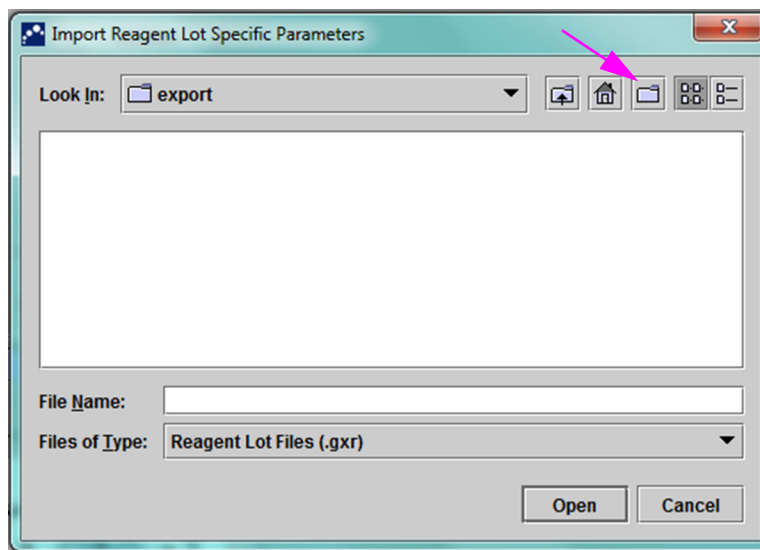

Figura 2-96. Caseta de dialog Importare parametri specifici lotului de reactivi
4. Utilizând zona de vizualizare a fișierelor Căutare în: (Look In:), (consultați Figura 2-96) localizați și selectați anterior fișierul .gxr/.nxr primit anterior de la Asistența tehnică, apoi faceți clic pe **Deschidere (Open)**. Apare numărul noului lot în caseta de dialog Parametri specifici lotului de reactivi (Reagent Lot Specific Parameters). Faceți clic pe **Închidere (Close)** în caseta de dialog Parametri specifici lotului de reactivi (Reagent Lot Specific Parameters) pentru a reveni la fereastra Definiere analize (Define Assays).